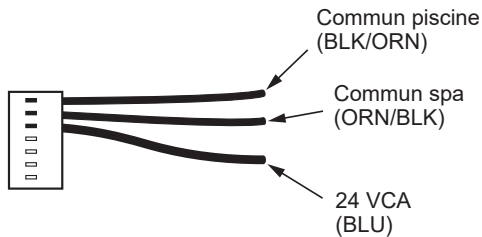

Figure 49. Harnais de câble à 7 broches pour thermostat externe
5. Depuis le harnais de câble à 3 fils pour thermostat externe, connectez le fil BLEU d'un côté du thermostat et l'autre côté au fil ORANGE/NOIR dans le cas d'un SPA ou au fil NOIR/ORANGE pour une PISCINE. voir **Figure 49**.
4. Depuis le harnais de câble à 3 fils pour thermostat externe, connectez le fil BLEU d'un côté du thermostat et l'autre côté au fil ORANGE/NOIR dans le cas d'un SPA ou au fil NOIR/ORANGE pour une PISCINE. Voir **Figure 49**.